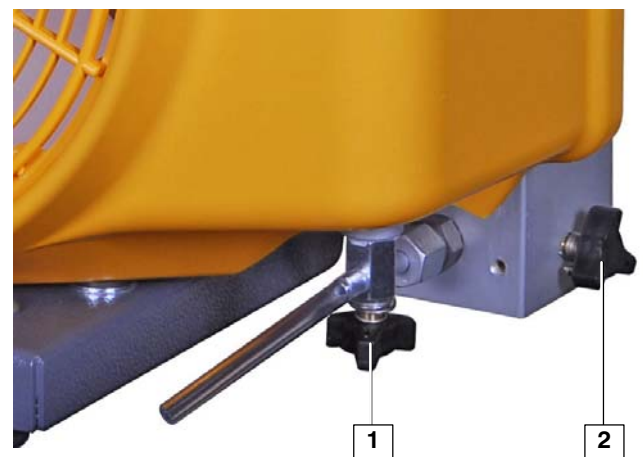

Abb. 12 Kondensat-Ablaßhäne
3. Sicherstellen, dass der Kondensat-Ablaßhahn (1, Abb. 12) des Zwischenabscheiders offen ist. Bei Benzinanlagen muß zusätzlich den Kondensat-Ablaßhahn (2, Abb. 12) des Endabscheiders geöffnet sein.
5. Kondensat-Ablafshahn (1, Abb. 12) des Zwischenabscheiders (bei Benzinanlagen zusätzlich den Kondensat-Ablafshahn (2, Abb. 12) des Endabscheiders) schließen.
Kurz vor Abschalten der Anlage den Endabscheider kurz entwässern (nicht komplett entlüften!) durch Öffnen des Kondensat-Ablafshahns (2, Abb. 12).
9. Kondensat-Ablafshahn (1, Abb. 12) des Zwischenabscheiders öffnen. Die Anlage ist damit wieder Start- und füllbereit.
2. Kondensat ablassen. Kondensat-Ablafshähne (1 und 2, Abb. 12) öffnen, kurz entwässern (nicht komplett entlüften) und danach Hähne wieder schließen.